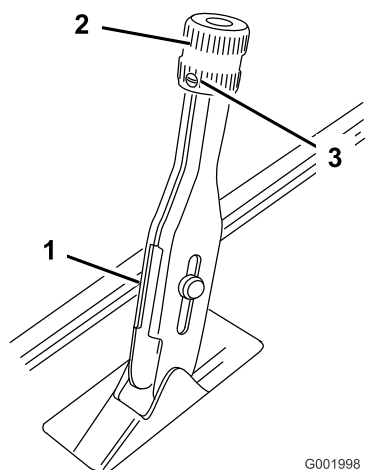

Figura 62
1. Afloje el tornillo de fijación que sujeta el pomo a la palanca del freno de estacionamiento (Figura 62).